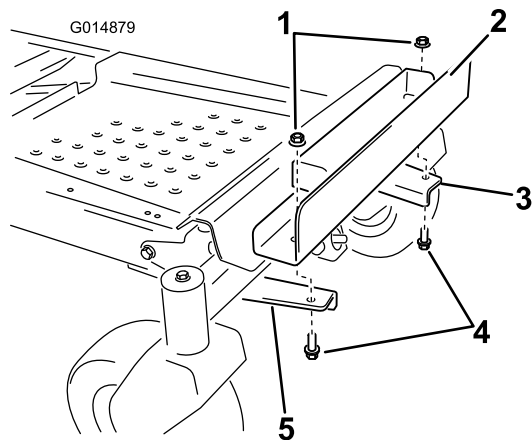

Figura 8
5. Installate la staffa di supporto della zavorra sulla staffa di montaggio (Figura 8). Allineate i fori esterni della staffa alle staffe di montaggio precedentemente installate. Accertatevi che la staffa sia in posizione centrale rispetto al telaio. Serrate i due bulloni (3/8 x 1 pollice) e i due dadi di bloccaggio (3/8 pollice).